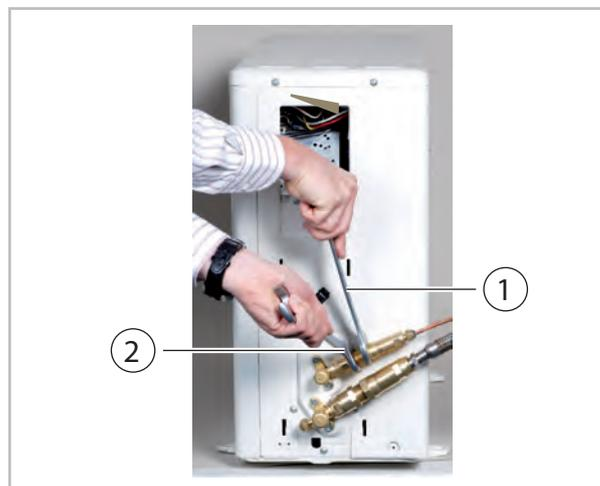

Abb. 33: Verschraubungen anziehen
6. ➤ Befestigen Sie nun endgültig die Verschraubungen mit 2 Maulschlüsseln geeigneter Schlüsselweite. Halten Sie während des Schraubens auf jeden Fall mit einem Maulschlüssel gegen (Abb. 33).